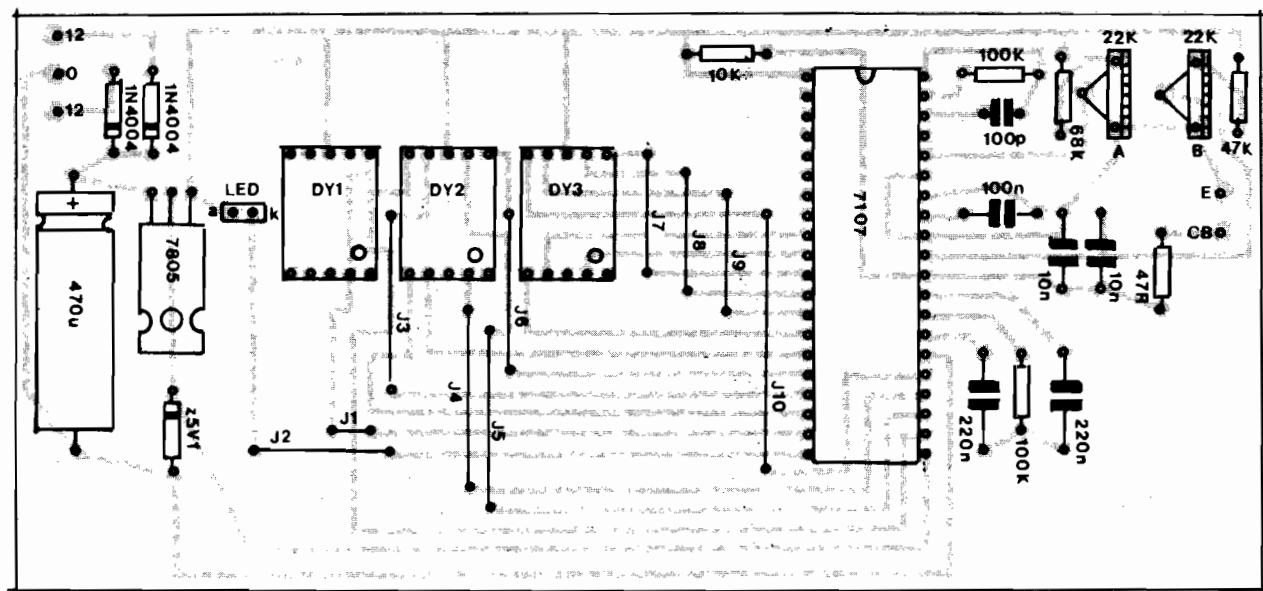

Fig.5
- **FIG. 5 - "CHAPEADO" DA MONTAGEM** - A placa, agora vista pelo seu lado não cobreado traz a indicação visual, claramente estilizada (dentro das normas adotadas por A.P.E., com as quais Vocês, Leitores/Hobbystas, já estão acostumados...) de todos os componentes, identificados pelos seus códigos, valores, polaridades e outras características... O importante, mesmo, é observar o posicionamento dos componentes **polarizados**: o "Integrado" 7107 deve ficar com sua extremidade "marcada" situada entre os resistores de 10K e 100K, os três **displays** devem ser inseridos na placa, de modo que os "pontos decimais" fiquem no canto inferior direito... Os diodos, inclusive o **zener**, devem ser posicionados considerando a "direção" da extremidade marcada com um anel ou faixa... A polaridade do capacitor eletrolítico deve ser observada... A inserção e o posicionamento do Integrado 7805 também merecem atenção (na placa, depois de ter seus terminais devidamente soldados e dobrados, ele fica com a sua "costa" metálica voltada para cima...). Quanto ao LED, seus